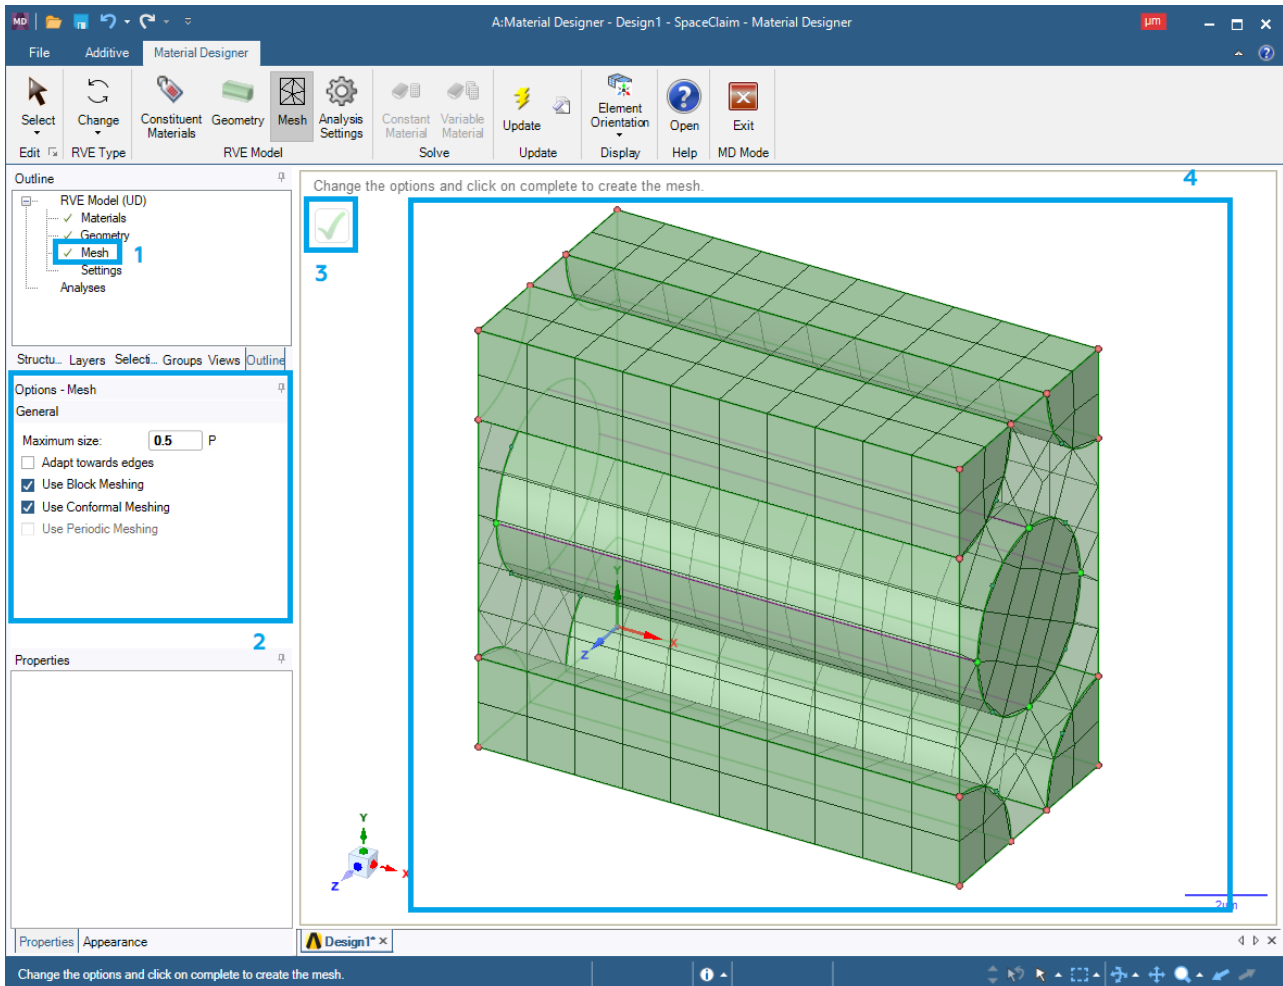

Рис. 10. Создание сетки объемного элемента
7. Сгенерируем сеточную модель объемного элемента (рис. 10). Нажимаем ЛКМ на **Mesh** (1) и задаем максимальный размер сеточного объемного элемента (2). Нажимаем на галочку (3) и видим на экране сгенерированную сетку (4) объемного элемента.